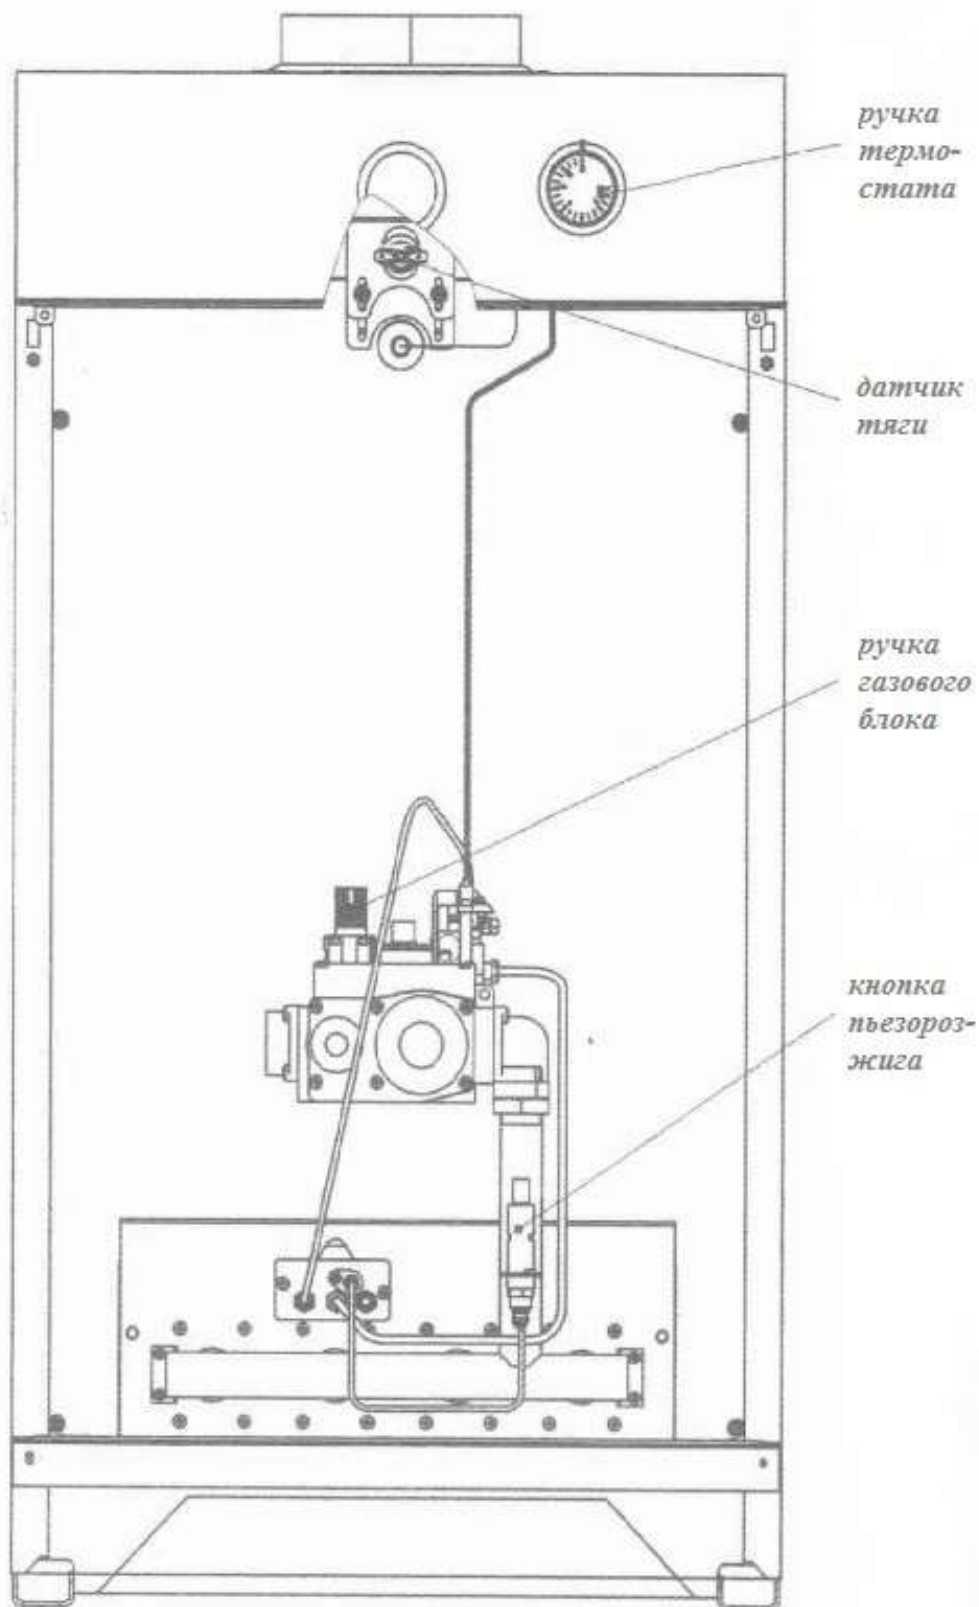

Рис. 11. Особенности КОГВ «STRATTOS» 35-100 кВт (дверца не показана)
8.4.3. Нажать на ручку до упора и, удерживая её, произвести 2-3 нажатия на кнопку пьезорозжига (см. рис.11). Допускается розжиг производить спичкой через смотровое окно.